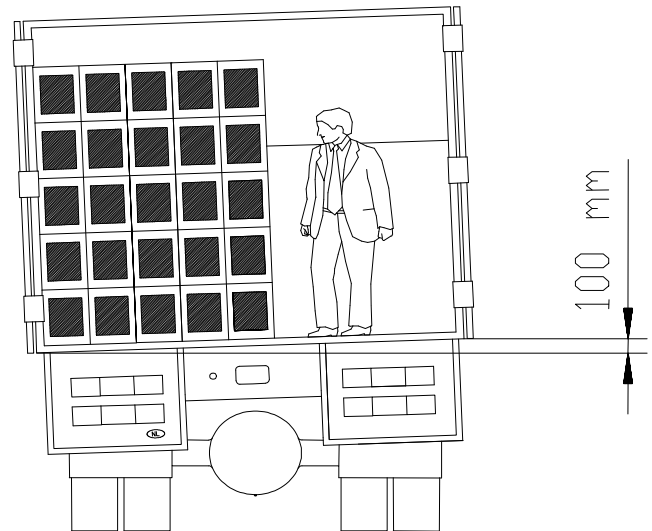

Fig. 9
- De laadbrug past zich automatisch aan aan schief beladen vrachtwagens tot een max. afwijking van ca. 100 mm, door het torderen van het dek (zie Fig. 9).
- Durch Verwinden paßt sich die Überladebrücke an schief beladene Lastkraftwagen bis zu einer maximalen Abweichung von ca. 100 mm automatisch an (Siehe Fig. 9).
- The twisting capacity of the deck allows the dockleveller automatically to adjust itself to an unevenly loaded truck with a deviation of up to approximately 100 mm. (see Fig. 9).
- Le tablier admet un débattement transversal de ± 100 mm dans le cas d'un camion mal chargé (voir Fig. 9).